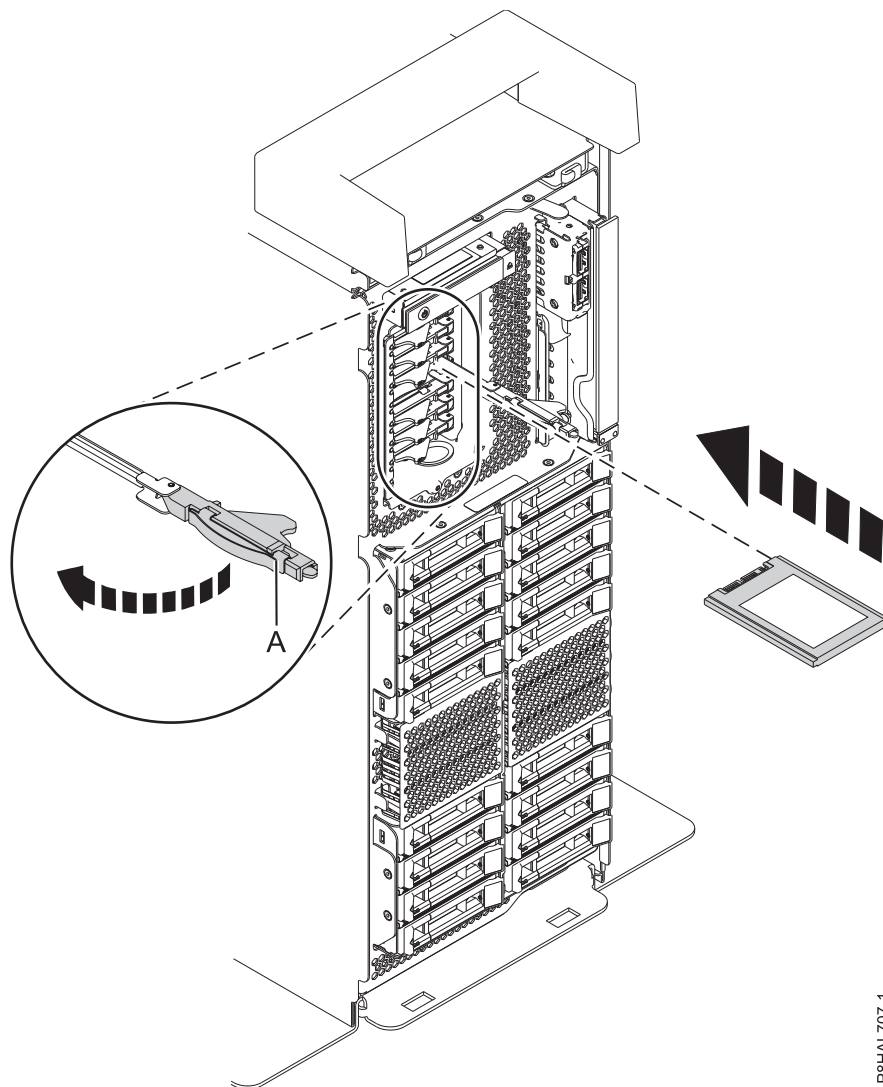

Figura 98. Sustitución de una SSD en un sistema autónomo de función ampliada
15. Con el asa de la bahía de unidad SSD (**A**) en la posición de desbloqueo, tire de la palanca hacia afuera para acceder a los rieles de guía de la ranura de SSD. Sostenga la SSD por la parte inferior mientras la alinea con los rieles de guía de la ranura de SSD. Consulte la Figura 98 en la página 111 y la Figura 98 en la página 111.
20. Bloquee la unidad girando el asa de la bahía (**A**) en la dirección que se muestra en la la Figura 98 en la página 111 y la Figura 98 en la página 111.